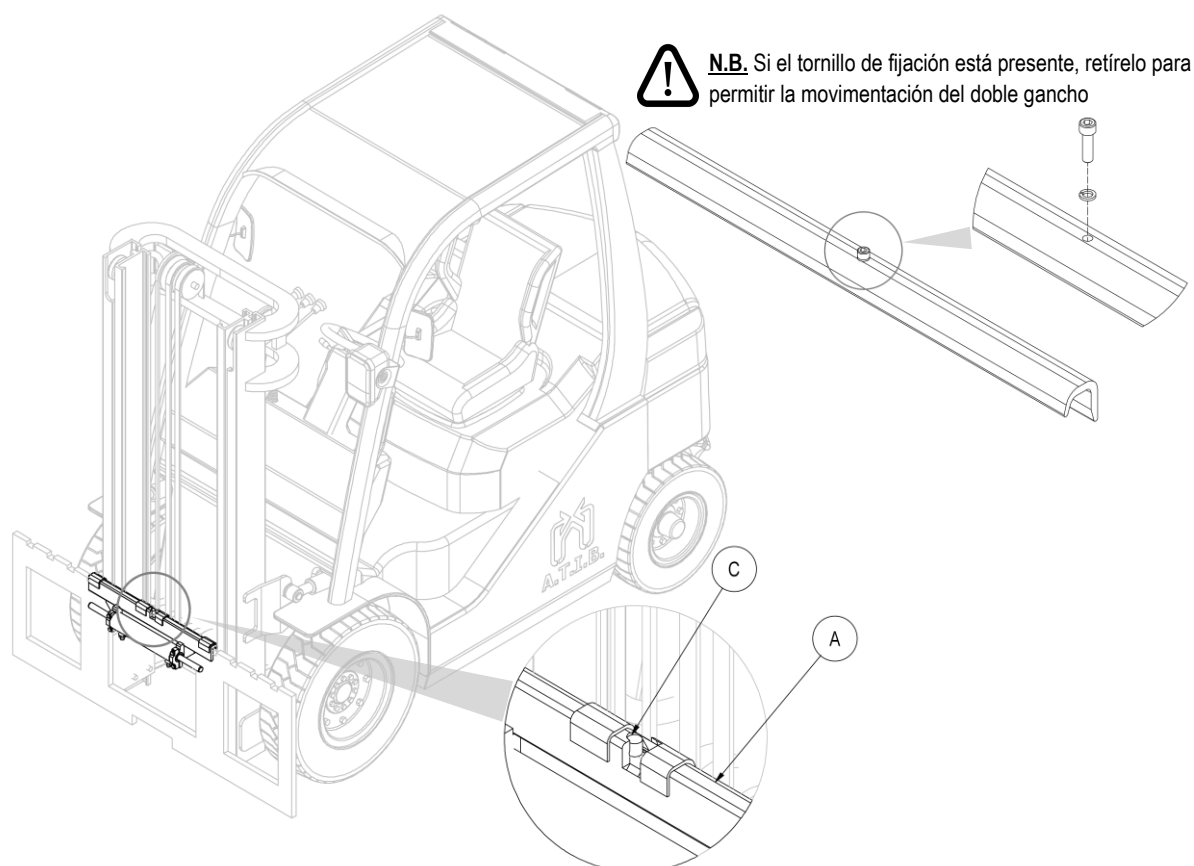

Figura 6
4. Tomar el doble gancho **A** (con relativas deslizaderas y cilindro de desplazamiento), y colocarlo en el perfil superior de la placa porta horquillas, cuidando de encajar el centrador **C** en la muesca central del mismo (mira *Figura 6*).